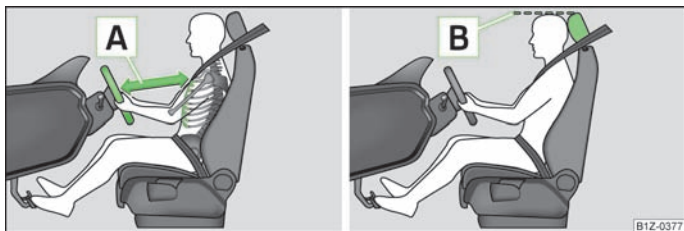

Fig. 93 Bonne distance du conducteur par rapport au volant/bon réglage de l'appui-tête
- Ajustez le volant de façon que la distance entre le volant et le buste soit de 25 cm au moins **[A]** » fig. 93.
- Réglez l'appui-tête de façon à ce que le bord supérieur de l'appui-tête se trouve dans la mesure du possible au moins à la hauteur de la partie supérieure de votre tête **[B]** » fig. 93.
- Réglez l'appui-tête de façon à ce que le bord supérieur de l'appui-tête se trouve dans la mesure du possible au moins à la hauteur de la partie supérieure de la tête **[B]** » fig. 93.